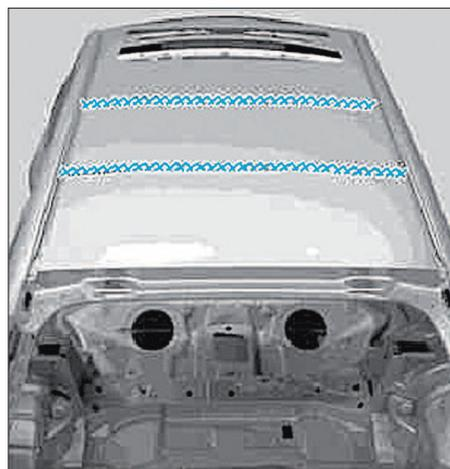

FIG. 132
• Chauffer à l'aide d'un décapeur thermique les zones quadrillées (Fig.132).